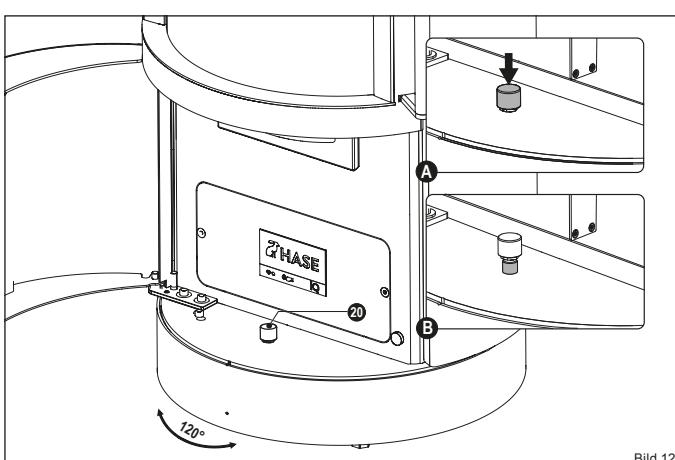

Bild 12
Der Kaminofen hat einen maximalen Drehwinkel von 120 Grad (Bild 12).
Der Taster (18) der Drehkonsole befindet sich bei Anlieferung in gesperrter Position (Bild 12):
- Drücken Sie auf den Taster (20), um die Sperrung zu lösen (Ausschnitt A).
- ✓ Wenn Sie die gewünschte Einstellung erreicht haben, drücken Sie den Taster (20) erneut, um die Drehkonsole wieder zu sperren.